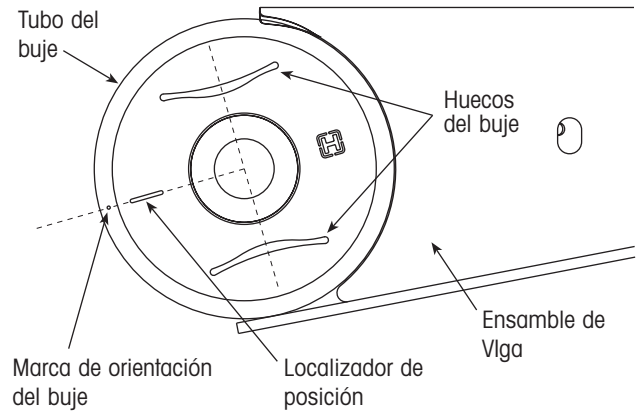

Figura 7. Orientación del buje dentro del tubo del buje
5. Con el ensamble de la viga abajo, localice la marca de orientación en el tubo del buje (figura 7).